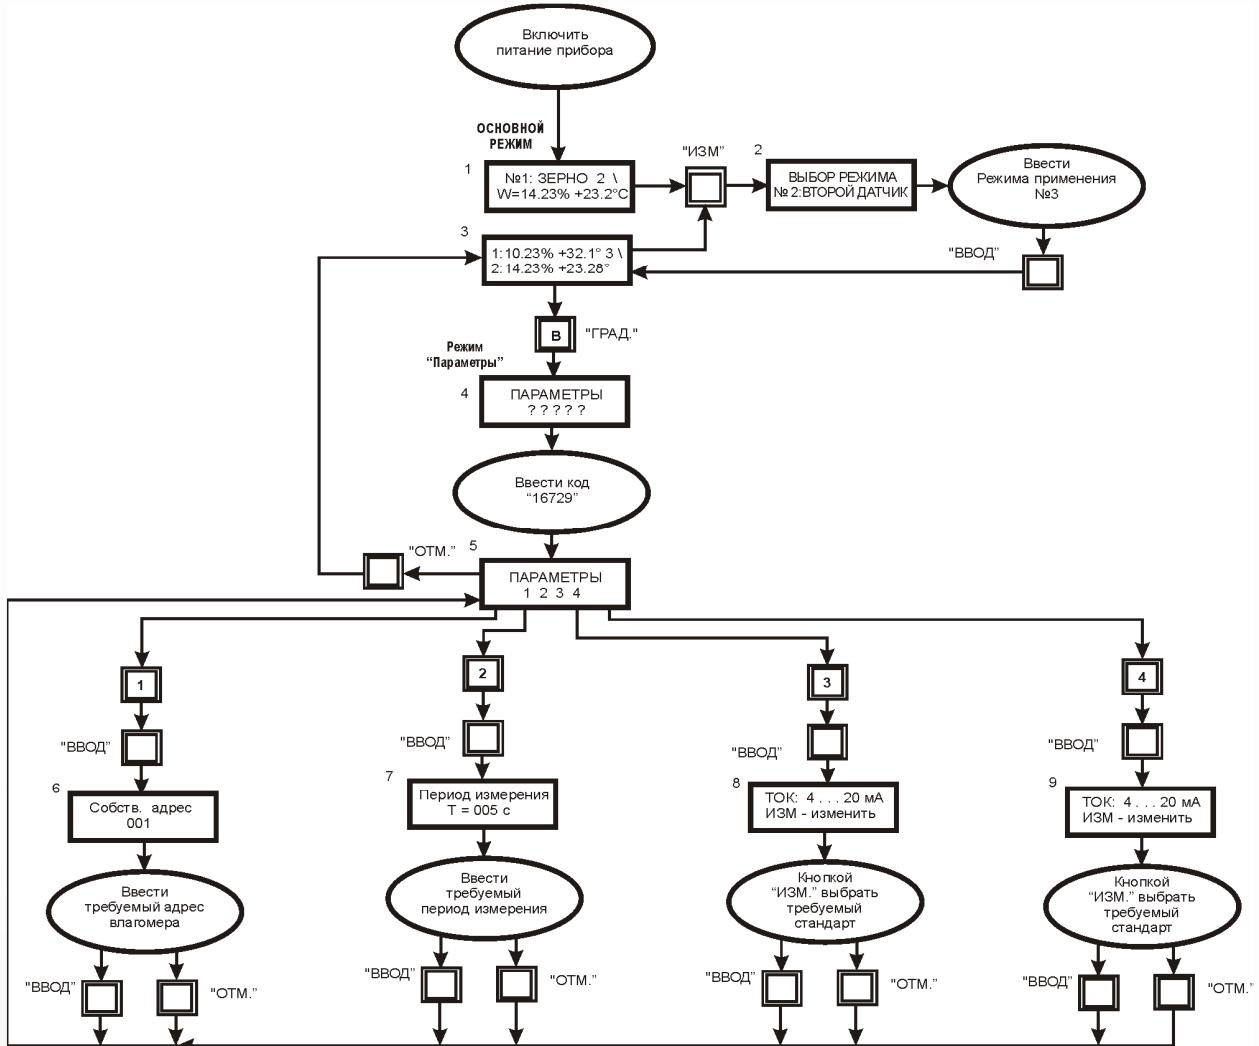

Рис. 6.3. Блок-схема функционирования в режиме 3
### 6.3. Алгоритм функционирования блока в Режимах Применения №3 и 4 (приведен на рис. 6.3).
6.3.1. Перевод влагомера в Режим Применения №3 производится в соответствии с указаниями, изложенными в п. 6.1.2. Алгоритм функционирования блока приведен на рис. 6.3.
На ЖКИ блока в ОСНОВНОМ РЕЖИМЕ высвечивается Сообщение 3 рис. 6.3:
При нажатии кнопки «ГРАД» высвечивается Сообщение 4 рис. 6.3:
После ввода пароля «16729» раскрывается общее меню режима «Параметры» (Сообщение 5 рис. 6.3), которое состоит из 4-х подрежимов:
Последовательное нажатие кнопок «1» и «ВВОД» переводит блок в подрежим УСТАНОВКА АДРЕСА. На ЖКИ БУК при этом высвечивается Сообщение 6 рис. 6.3:
6.3.7. Последовательное нажатие кнопок «2» и «ВВОД» переводит блок в подрежим УСТАНОВКА ПЕРИОДА ИЗМЕРЕНИЯ. На ЖКИ при этом высвечивается Сообщение 7 рис. 6.3:
Введите с клавиатуры значение периода измерения. Подтвердите введённое значение времени нажатием кнопки «ВВОД», БУК при этом возвратится в общее меню режима «Параметры» (Сообщение 5 рис. 6.3).
Последовательное нажатие кнопок «3» или «4» и «ВВОД» переводит блок в подрежим установки токового стандарта для первого или второго токового выхода соответственно (Сообщение 8 или 9 рис. 6.3):
Этот подрежим применяется, чтобы выбрать один из токовых стандартов: (0-5) мА, (4-20) мА или (0-20) мА для отображения влажности контролируемого материала, находящегося в соответствующем блоке сенсоров. Требуемый стандарт выбирается кнопкой «ИЗМ», значение его высвечивается на ЖКИ БУК. Выбрав требуемый стандарт, нажмите «ВВОД», влагомер перейдет в общее меню режима «Параметры» (Сообщение 5 рис. 6.3).